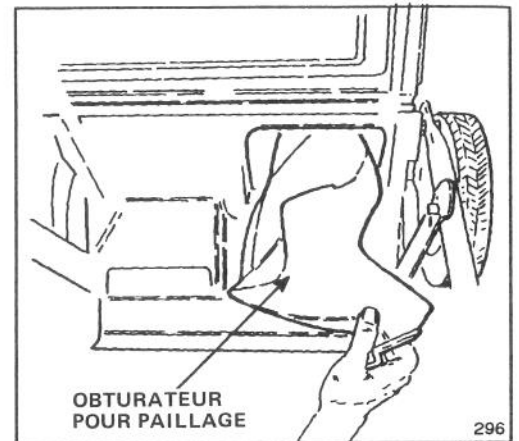

Figure 28
4. Obturateur pour paillage (modele n° 59181) – Comprend un obturateur pour paillage (Fig. 28), une lame de paillage, un renfort de lame et une coupelle anti-croûte. Convertit la tondeuse à ensacheur arrière en tondeuse à pailleur.